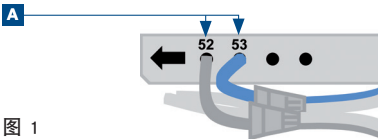

图 1
- 05 将电缆桥插入电缆束接头 XE2 中 (图 1) :